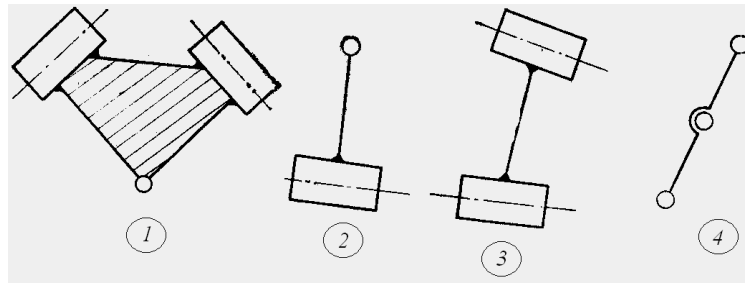

Рис. 1.8.
42. На каком из четырех условных изображений звеньев (рис. 1.8) показано звено, входящее в состав трех кинематических пар: одной вращательной и двух поступательных?
43. На каком из четырех условных изображений звеньев (рис. 1.8) показано звено, входящее в состав двух поступательных кинематических пар?